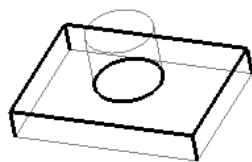

图 3.5.2 选取剩余的八条边线
(2) 按住 Ctrl 键，选取图 3.5.2 所示的其余八条边线，在 **模型** 功能选项卡区域选择